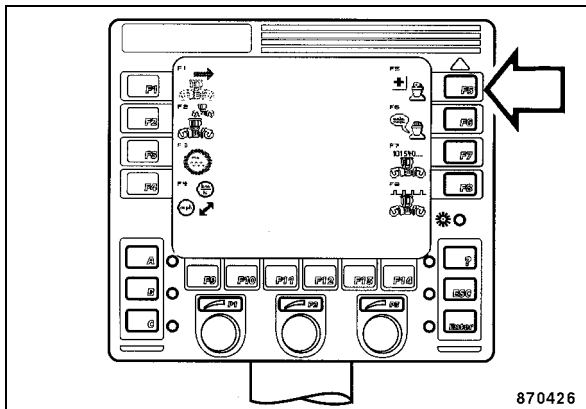

Fig. 198
- Pulsar la tecla "F5" (diagnóstico) (Fig. 198).